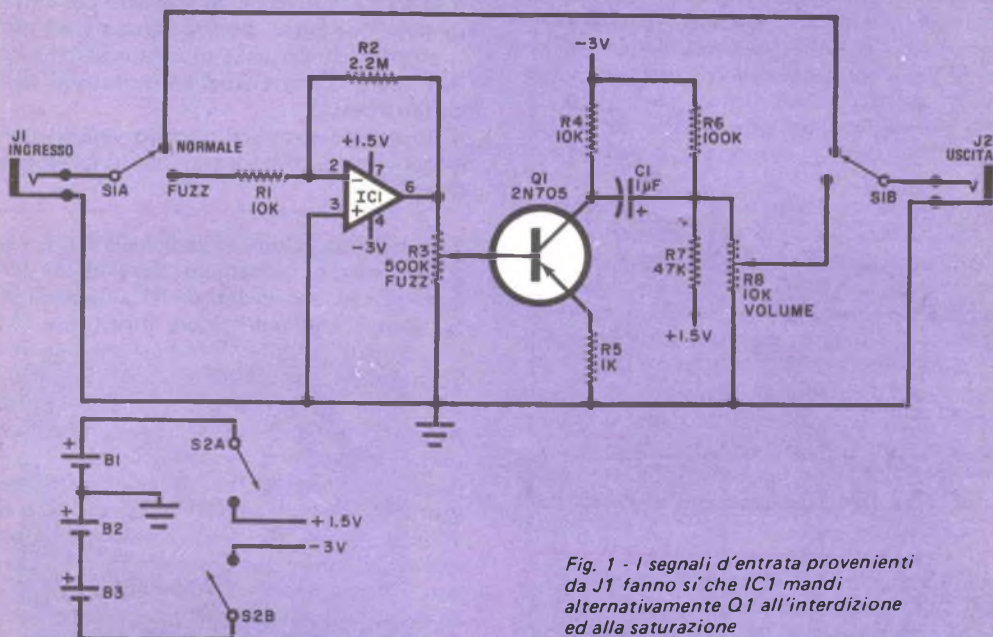

Fig. 1 - I segnali d'entrata provenienti da J1 fanno sì che IC1 mandi alternativamente Q1 all'interdizione ed alla saturazione producendo un'uscita distorta.
**Il circuito** - Come si vede nella *fig. 1*, i segnali d'entrata provenienti dal pick-up della chitarra vengono inviati da S1 al jack d'uscita, oppure all'amplificatore invertitore IC1, un normale amplificatore operazionale 741. Si può notare che le tensioni d'alimentazione, fornite da pile di tipo AA collegate in serie, sono più basse di quelle normalmente usate con tale amplificatore operazionale. In questa applicazione, IC1 viene usato esclusivamente per mandare Q1 in conduzione od all'interdizione. Le tensioni d'alimentazione impiegate consentono all'amplificatore di andare in saturazione a livelli d'entrata più bassi dei normali per produrre il pilotaggio di base desiderato per il transistor.